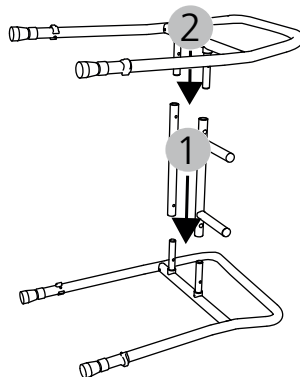

Abb. 6
1. Legen Sie ein Seitenteil auf eine saubere, ebene und stabile Fläche (Boden oder Tisch). Die Verbindungsstücke werden auf die Aufsätze des Seitenteils gesteckt (Abb. 6, 1).
2. Stecken Sie nun das andere Seitenteil auf die Verbindungsstücke (Abb. 6, 2). Die Verbindungsstücke und die Seitenteile auf Lochdeckung bringen und fest miteinander verschrauben.